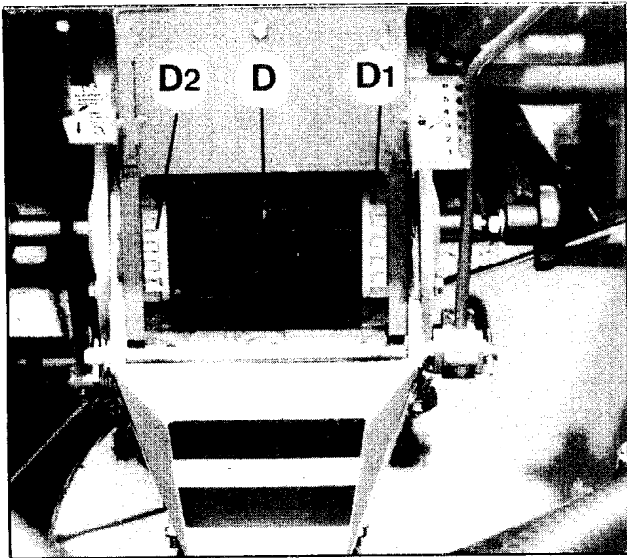

Fig.7
Een groot (D) en 2 fijndoseerwielen (D1 + D2; Fig. 7) met drie verstelmogelijkheden en traploze toereninstelling varieert de zaaihoeveelheid.